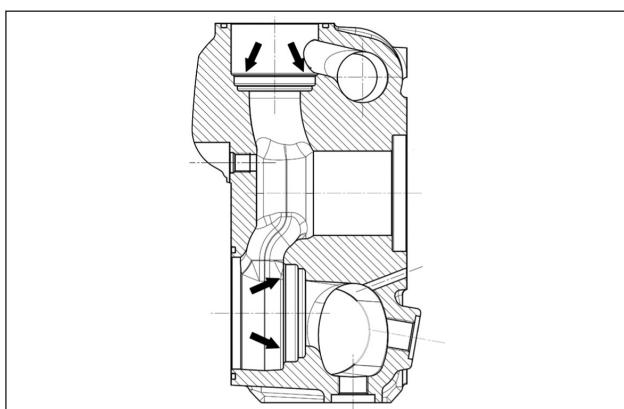

Abb. 143
Vor dem Wiedereinbau der Ventilgruppen reinigen und trocknen Sie gründlich ihre Sitzte im Kopf, siehe Pfeile (Pos. ①, Abb. 143).